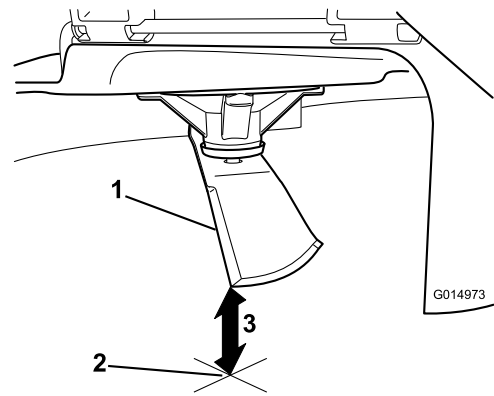

Figura 74
5. Mida desde la punta de la cuchilla hasta la superficie plana (Figura 74).